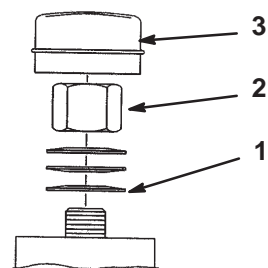

Figure 48
3. Retirez le capuchon anti-poussière de la roue et serrez le contre-écrou (Fig. 48).
4. Continuez de le serrer jusqu'à ce que les rondelles élastiques soient aplaties, puis desserrez-le de 1/4 de tour pour obtenir la précharge correcte des roulements (Fig. 48).
**Important** Veillez à installer les rondelles comme illustré à la Figure 48.